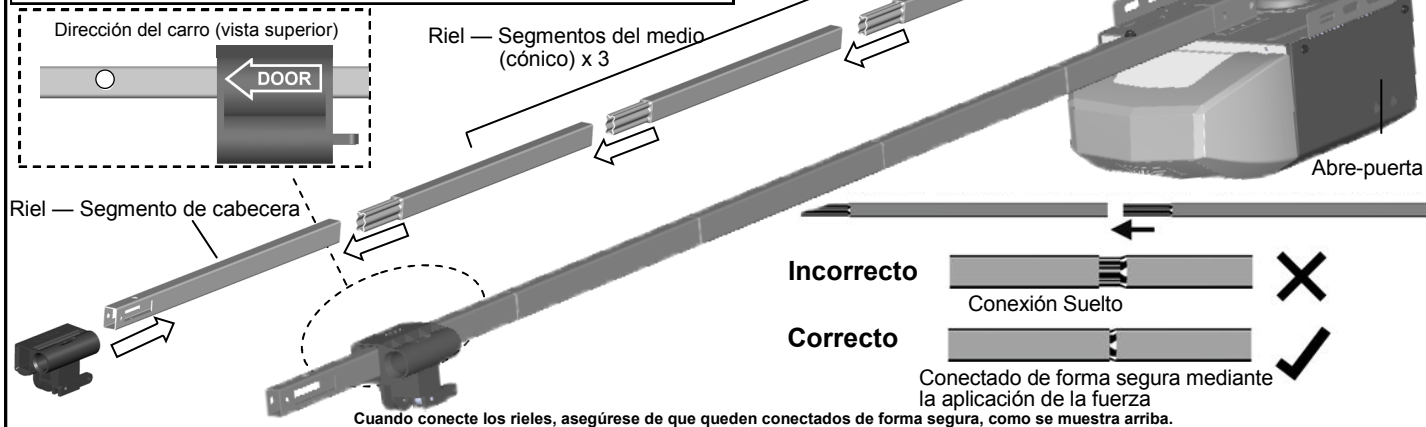

Fig.1
1. Prepare los rieles como se muestra en la Fig. 1.
3. Deslice el carro sobre el riel del segmento de cabecera. Asegúrese de que la flecha apunte hacia la puerta, como se muestra en la Fig.1.